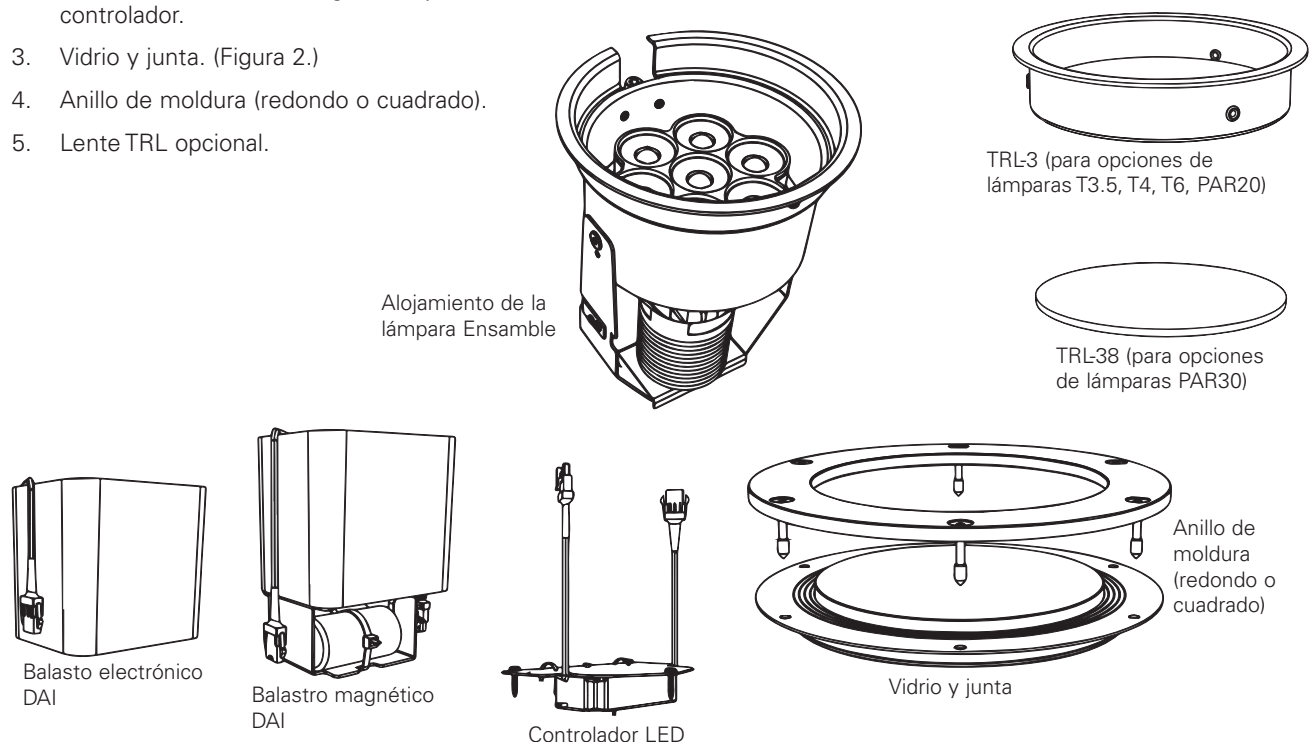

Figura 2.
2. Cubierta protectora contra residuos/vertido del concreto, con 6 tornillos (redonda o cuadrada). (Figura 2.)
3. Vidrio y junta. (Figura 2.)